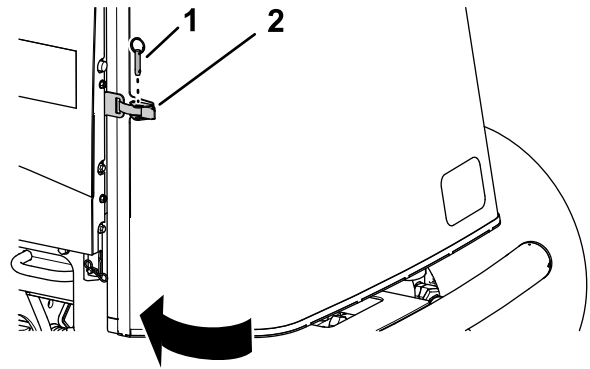

Figura 61
1. Cierre y enganche la rejilla (Figura 61).